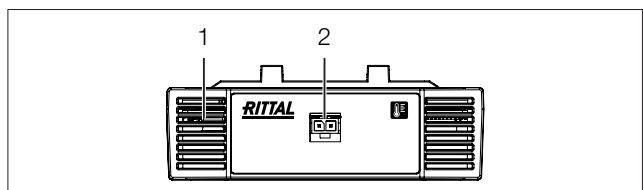

Abb. 12: Frontseite des Temperatur-Sensors
- Stecken Sie ggf. den externen Temperaturfühler vorne am Anschluss des Temperatur-Sensors an (Abb. 12, Pos. 2).